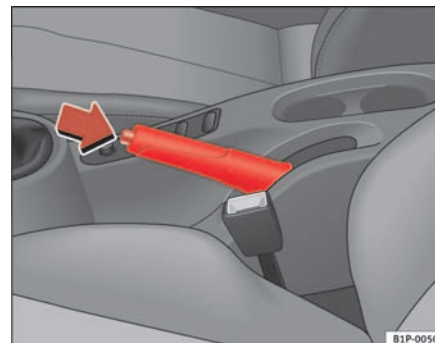

Fig. 124 Freno de mano entre los asientos delanteros
⇒ fig. 124.
- Tire ligeramente de la palanca hacia arriba, presione el botón de desbloqueo en la dirección de la flecha ⇒ fig. 124 y baje completamente la palanca. ⇒